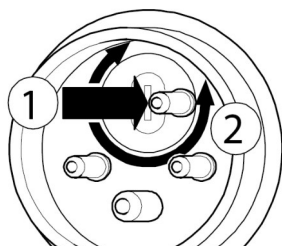

Abb. 12: Motor-Drehrichtung ändern
- Schritt 8: Schleifband durch Drehen der Einstellschrauben (Abb.12) spannen.
- Schritt 9: Den Lauf des Schleifbands durch Drehen der Einstellschrauben (Abb.12) mittig einstellen.